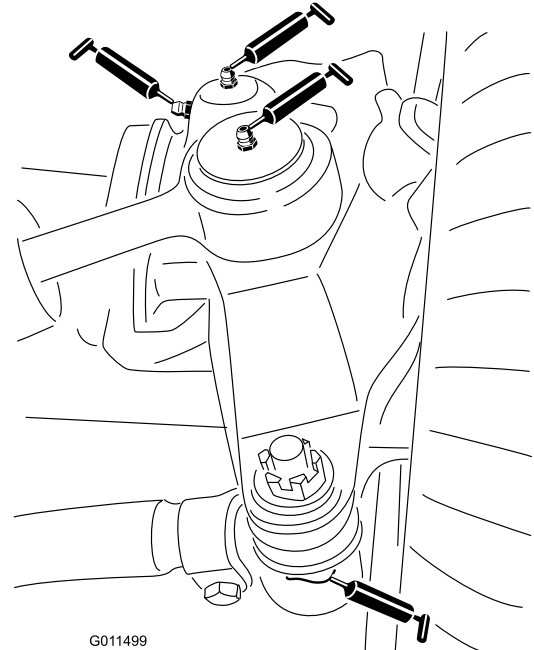

Figura 40
- Articulaciones esféricas del cilindro de dirección (2) (Figura 40)
- Articulaciones esféricas de las bielas (2) (Figura 40)
- Casquillos del pivote de dirección (2) (Figura 40).